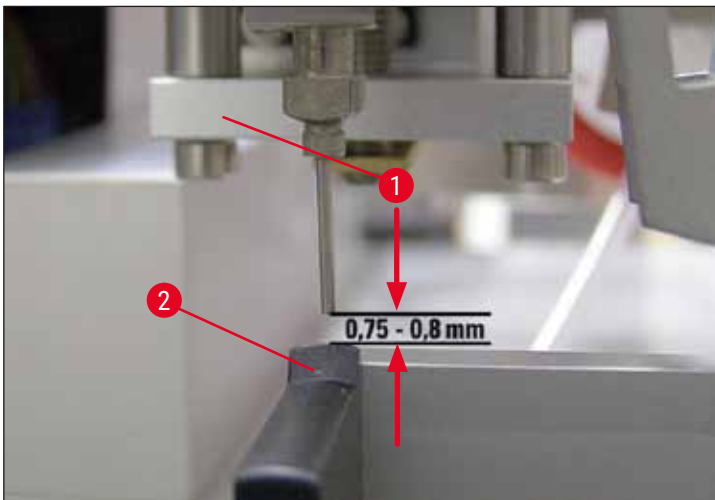

Bild 16
8. Doseringsnålens höjdställning kan kontrolleras igen genom en okulärbesiktning framifrån (→ Bild 16).